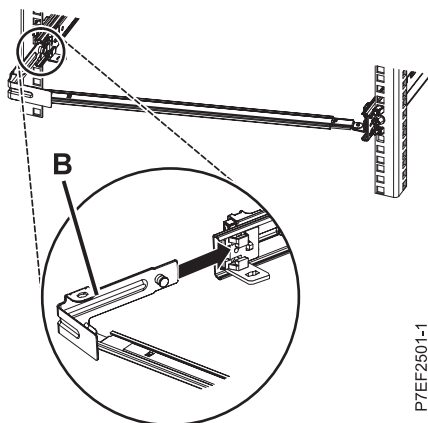

Figura 14. Extensión de la patilla y de la colocación de la pieza de sujeción en el riel deslizante
3. Para conectar el otro extremo del brazo de soporte en la parte posterior del riel deslizante, deslice la pieza (**B**) en el riel deslizante de la izquierda hasta que la patilla accionada por resorte quede encajada en su sitio, tal como muestra la Figura 14 en la página 12.